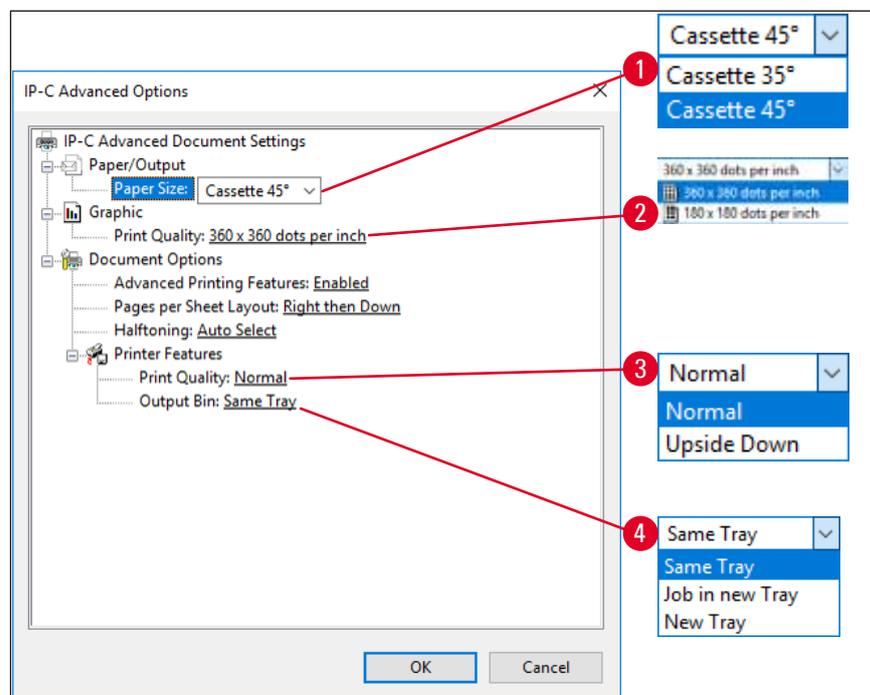

Fig. 47
**A caixa de diálogo Advanced Options (→ "Fig. 47")**